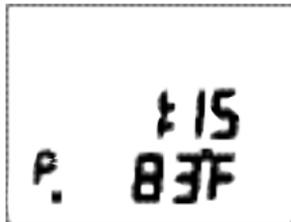

Fig. 94 - INMERSIÓN PROFUNDÍMETRO ALT 2
**INMERSIÓN PROFUNDÍMETRO ALT 2;** ésta es la información mostrada (Fig. 94)